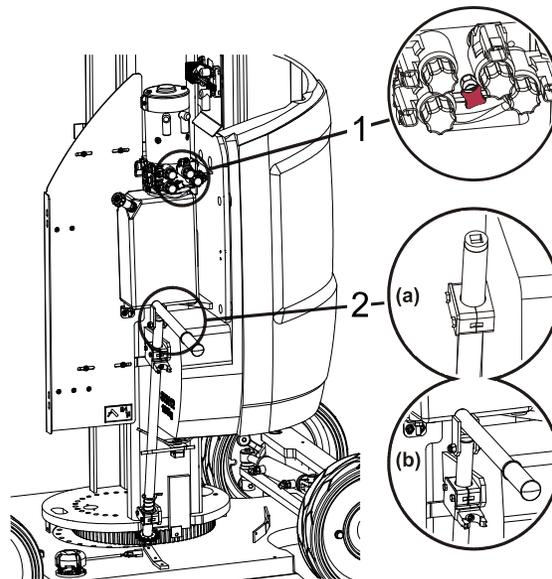

Bild 3-5. Manuelle Schwenkvorrichtung
- einem Drehschieber (1) auf der Pumpen-/Motorsteuerventilbaugruppe, um den Schwenkmotor zu lösen (siehe Abbildung 3-5.).
- einem Zahnrad (2), das sich unter dem Einbauraum der Pumpen- und Motorsteuerventile befindet und je nach Ausrüstung mit einem ½ Inch Vierkant-Ratschenschlüssel (a) oder dem Falthebel (b) betätigt werden kann.